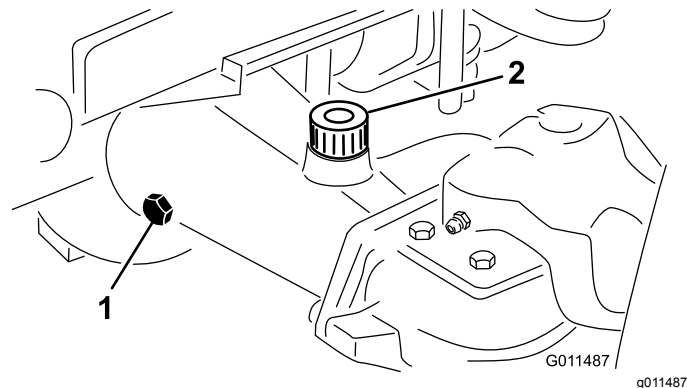

Figura 18
2. Retire un tapón de verificación de un extremo del eje y asegúrese de que el lubricante llega al borde inferior del orificio (Figura 18).